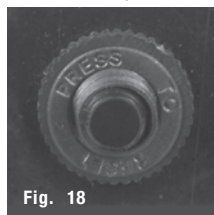

Fig. 18
- 3 Coloque en posición de "ON" el protector térmico (Fig. 18).